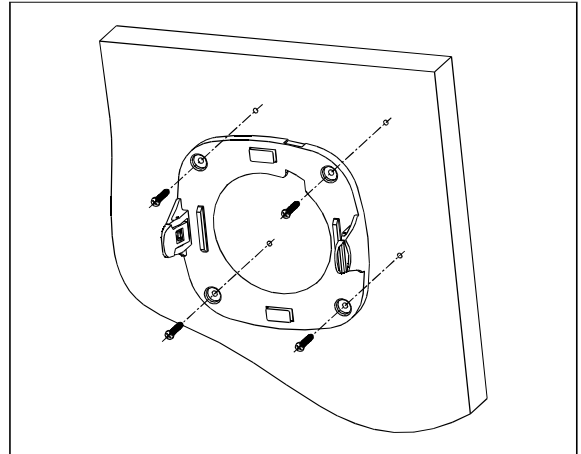

图1.2-1
1. 按下图所示打好安装孔，用四颗ST3.5的螺钉将固定板固定在墙顶上。(大概锁一半即可) 如图1.2-1所示